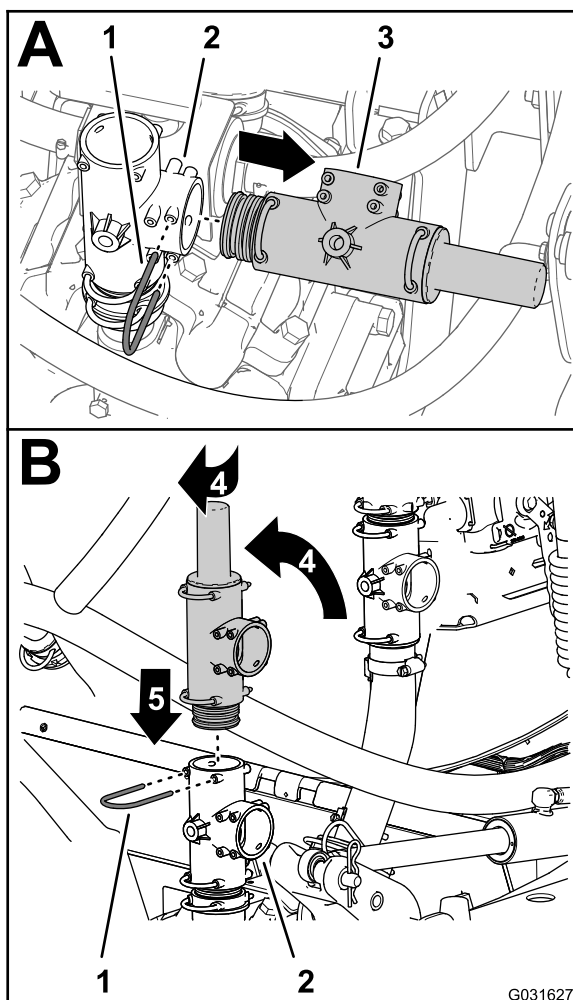

Figure 216
- Déposez l'étrier qui fixe le clapet de décharge au raccord en T sur la pompe de pulvérisation quand vous déposez le clapet de décharge (Figure 216)
4. Tournez le clapet de décharge vers le haut comme montré à la Figure 216.
5. Insérez le clapet de décharge dans le haut du raccord en T jusqu'à ce que le clapet soit complètement engagé (Figure 216).